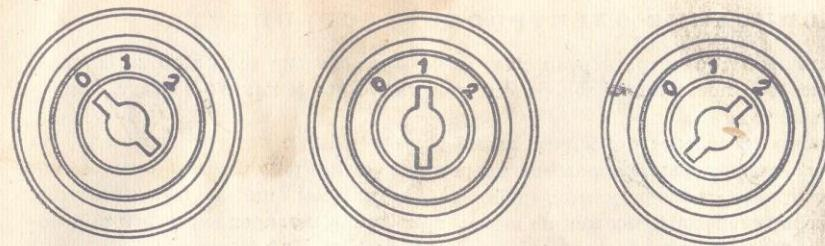
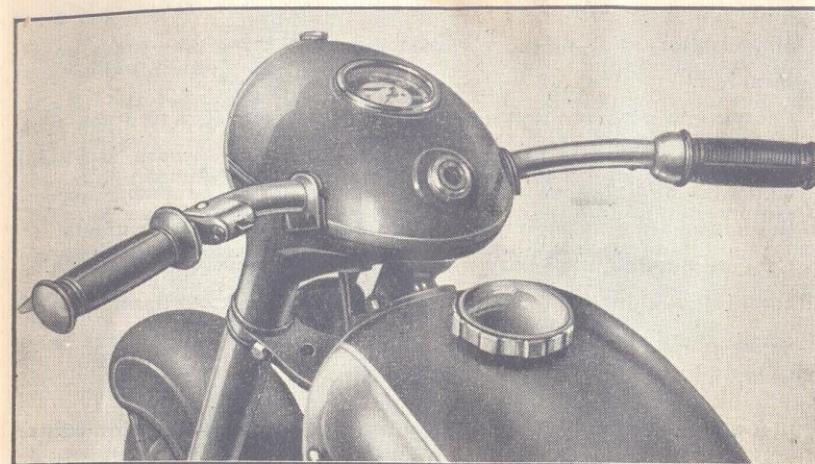

Рис. 7. Положения переключателя
Рис. 12. Центральный переключатель
- Вставить ключ в центральный переключатель и повернуть его в соответствующее положение (рис. 7). Если батарея в исправности, стрелка амперметра отклонится к минусу. Если контрольная лампочка «N» не горит (рис. 12), нужно включить холостой ход между первой и второй передачей. При включенном зажигании нельзя оставлять мотоцикл длительное время стоять, так как разряжается аккумуляторная батарея и могут пострадать защитные сопротивления или катушки зажигания.